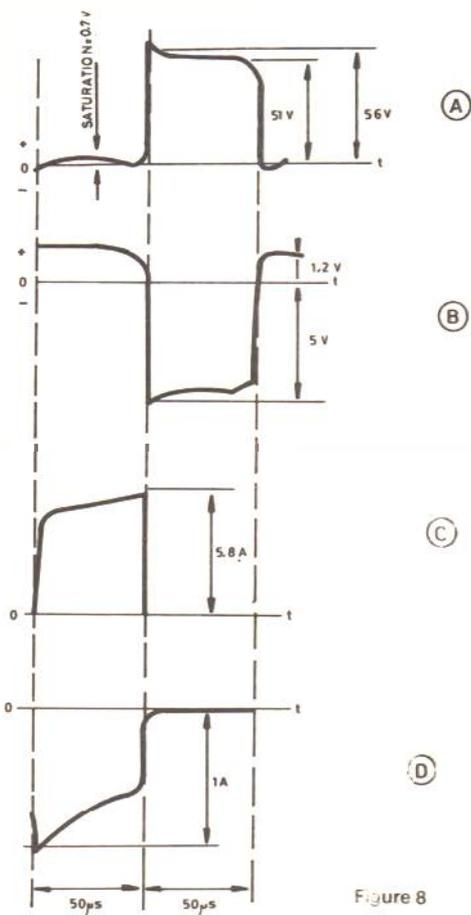

Figure 8
A la figure 8, on donne la forme des signaux. Ces oscillogrammes ont été relevés sur le primaire de T où la tension est plus basse donc plus faible à appliquer à l'oscilloscope.
En (B) de la figure 8, le signal est relevé sur la base de Q_1 par rapport à l'émetteur donc entre les points (n) et (x). Lorsque la tension est positive sur le collecteur, elle est négative sur la base et atteint 5 V environ.
On remarquera que les signaux de la figure 8 correspondent aux mêmes durées de 50 + 50 μs .